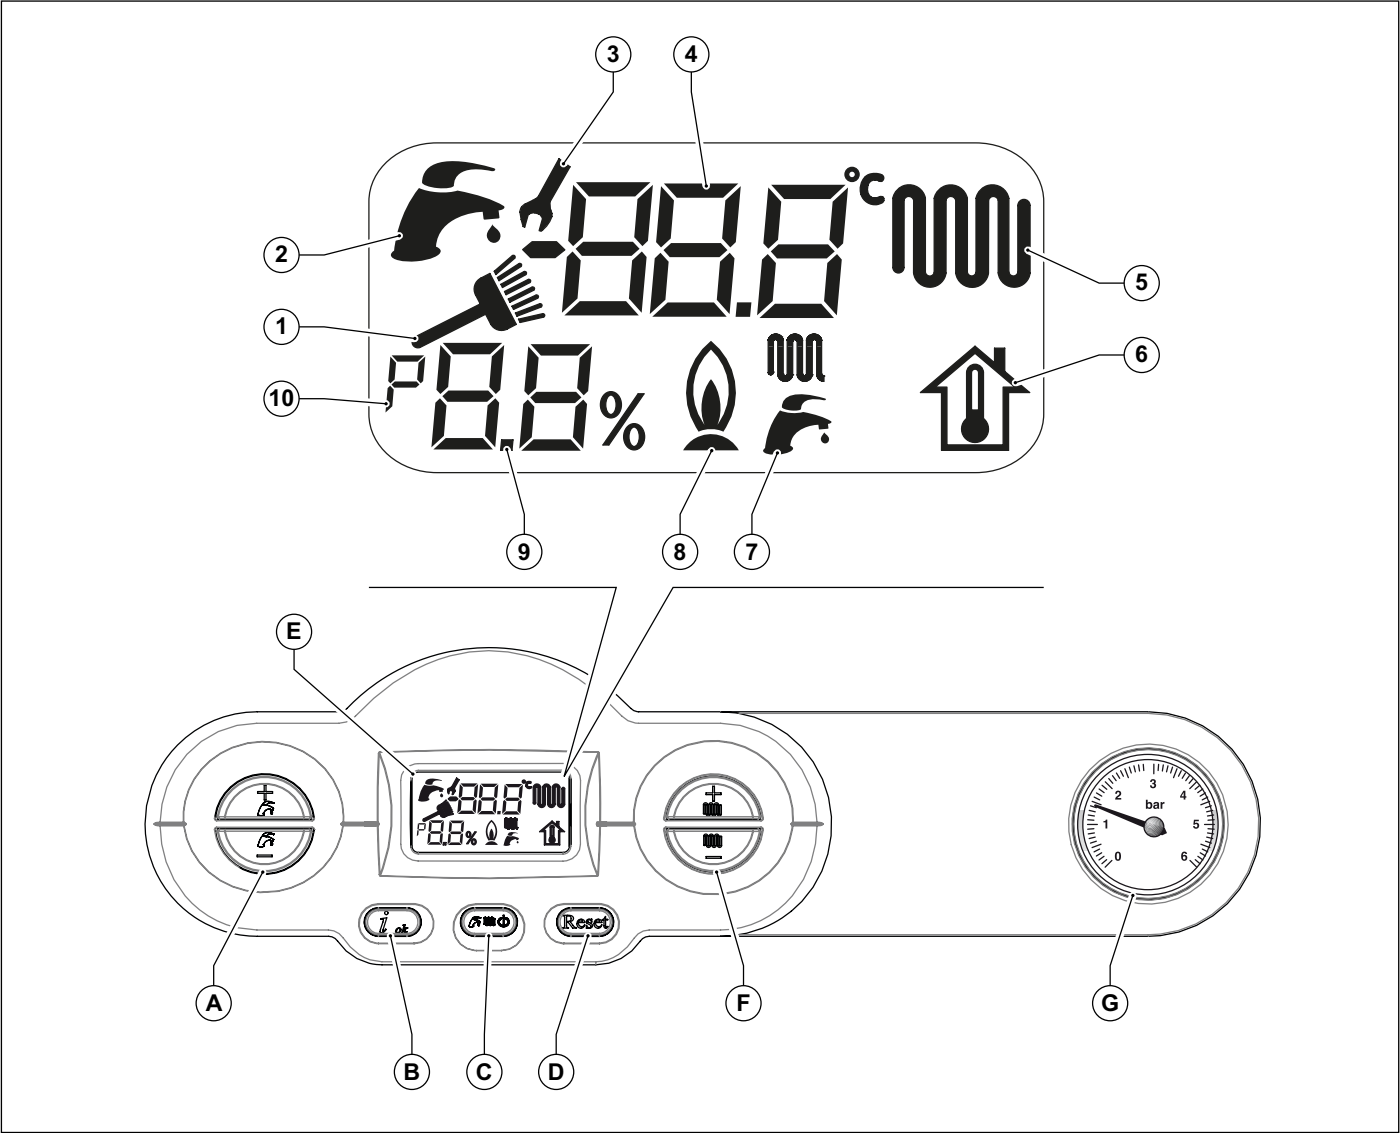

图 1 控制面板
- 选择壁挂炉的工作模式：待机/夏天/冬天/仅供暖（参见按键（C）图 1 控制面板 P. 8）。